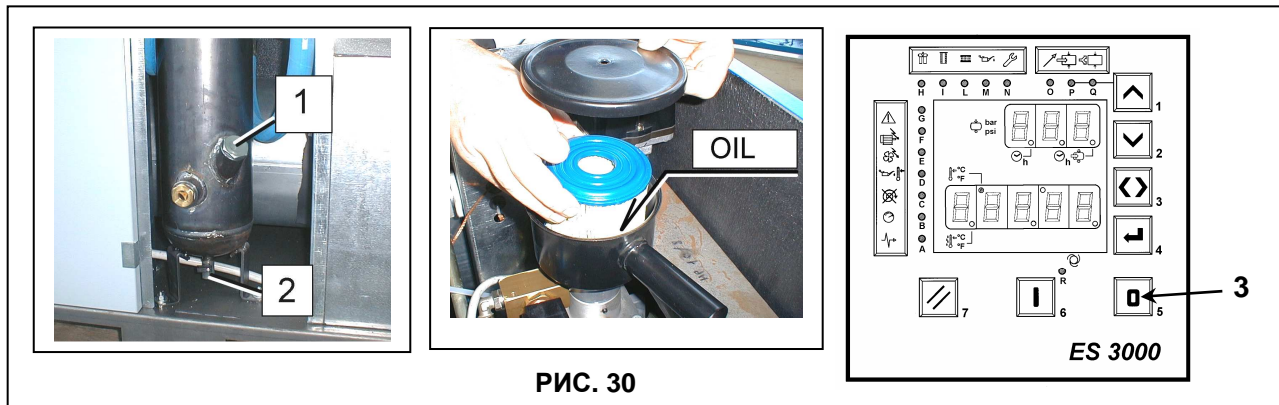

РИС. 30
После слива из машины отработанного масла, 2, Рис. 30.
- Полностью заполните масляный коллектор 1, Рис. 30.
- Через одну минуту выключите машину, нажав на кнопку "STOP" (3, Рис. 30), через 20 секунд холостого хода машина выключится.